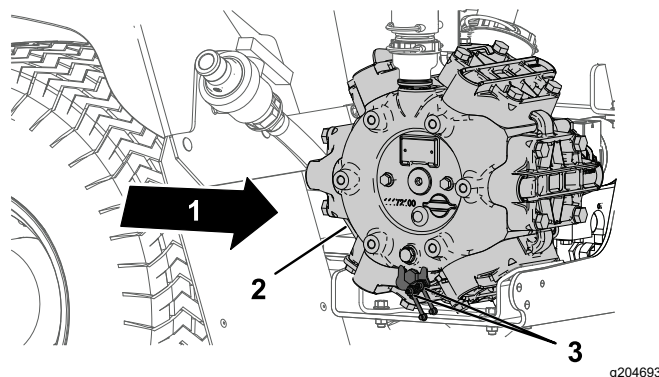

Figure 65
- Essuyez les 2 graisseurs à distance pour les nettoyer (Figure 65).
- Point de graissage (2)
- Injectez de la graisse dans le graisseur à distance (Figure 65).